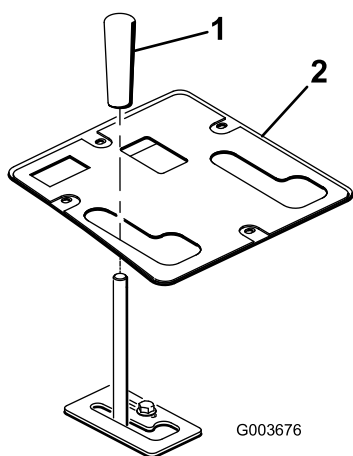

Figure 27
11. Fixez le panneau de commande en place avec les fixations enlevées précédemment (Figure 27).
12. Vissez le pommeau sur le levier de levage (Figure 27).